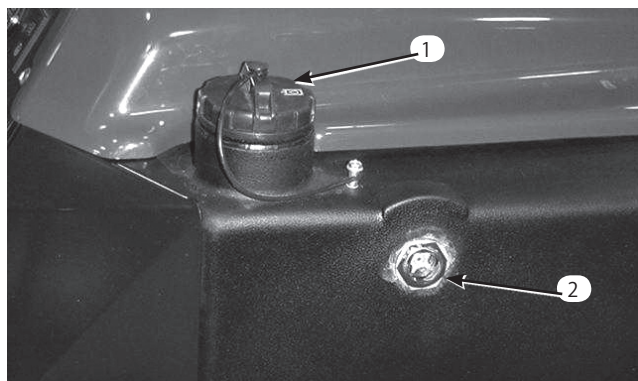

図27
2. 油圧オイルタンクの側面についている点検窓（図27）でオイルの量を点検する。オイルが冷えている状態で窓の下の方まであればよい。オイルが冷えている状態で窓の上の方まであればよい。